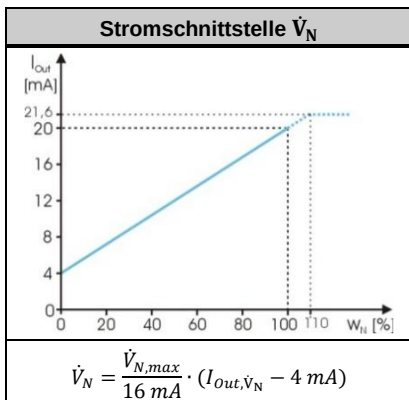

Abbildung 3 Volumenstrom
- Der Messbereich reicht von Null bis zum variantenspezifischen Messbereichsende $\dot{V}_{N,max}$ (= 100 % in Abbildung 3). Ein höherer Volumenstrom wird noch bis 110 % (= 21,6 mA) linear ausgegeben, darüber hinaus bleibt das Analogsignal konstant.